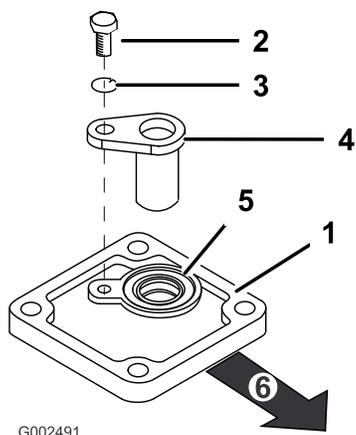

Figura 6
- Installate il nuovo gruppo di copertura sul transaxle utilizzando i quattro bulloni rimossi nella fase 1 (Figura 6). Il coperchio è orientato nel verso giusto
4. Installate il sensore per denti di ingranaggio utilizzando la vite (M6x1x12) e rondella elastica (M6) come riportato nella Figura 6.